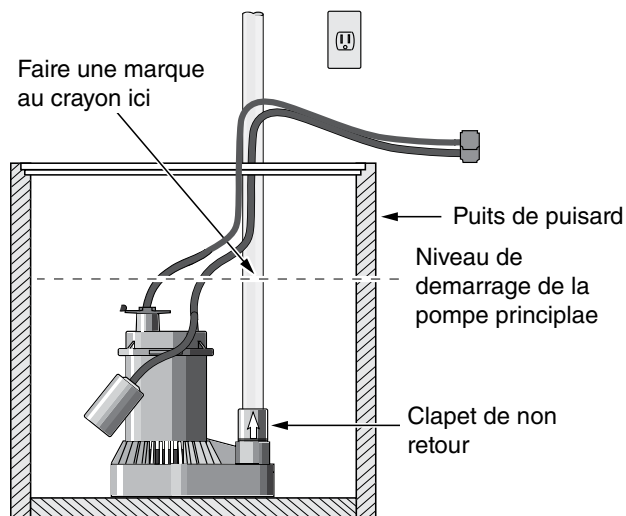

Fig 1 : Faire une marque au niveau de l'eau de « démarrage »
1. Déterminer le niveau d'eau élevé dans le puits de puisard (le niveau d'eau auquel la pompe de puisard en place (principale) se met en marche - se reporter à la figure 1). Couper l'alimentation vers la pompe et indiquer ce niveau sur le tuyau de décharge à l'aide d'un crayon ou d'un marqueur.
3. Si le puisard est trop petit et qu'il est impossible d'y installer les deux pompes, installer un support angulé sur le tuyau de décharge de la pompe de puisard principale à l'aide de colliers à tuyau en acier inoxydable. Installer la pompe de secours sur le support angulé. Se reporter à la figure 1, « décharge distincte ».